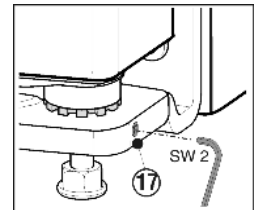

Fig. 21
- Svitare la vite di fermo Fig. 21 (17) di un pezzo (al massimo un giro!).
- Fissare di nuovo la vite di fermo Fig. 21 (17), per fissare il perno di supporto.